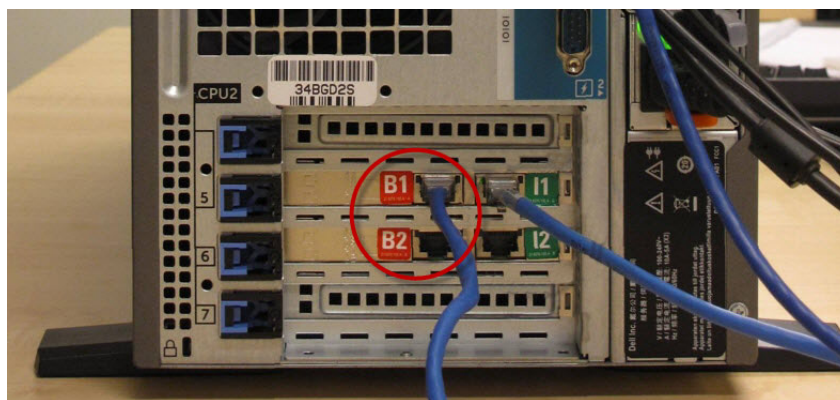

Рисунок 153: Порты моста контроллера
4. Отсоедините сетевой шнур моста от порта **B1** или **B2** на основном контроллере. См. Рисунок 153.